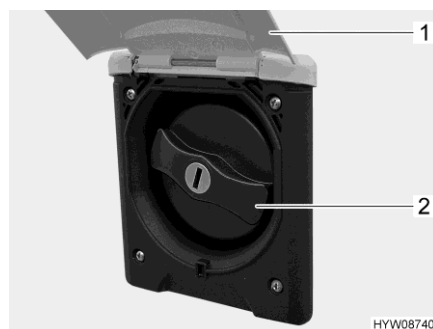

Fig. 151 Coperchio (bocchettone di riempimento dell'acqua potabile)
- Sollevare lo sportello esterno (Fig. 151,1).
- Ruotare il coperchio blu (Fig. 151,2) di un quarto di giro.